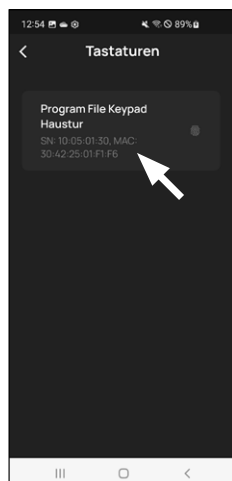

Abb. 7
- ⑧ Wählen Sie das gewünschte Keypad aus (Abb. 7).